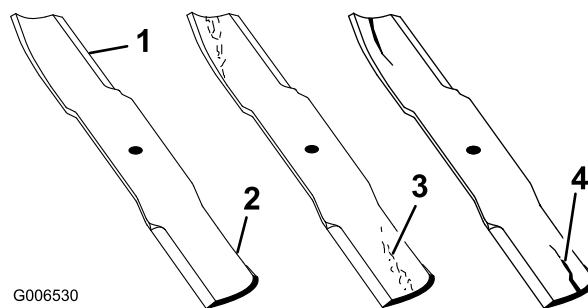

Figura 41
1. Inspeccione as extremidades de corte (Figura 41). Se as extremidades não estiverem afiadas ou estiverem amolgadas retire e afie as lâminas; consultar Afiação das lâminas
2. Inspeccione as lâminas, especialmente a área em curva (Figura 41). Se verificar quaisquer danos, desgaste, ou a formação de ranhuras nesta área (item 3 em Figura 41), instale imediatamente uma lâmina nova.